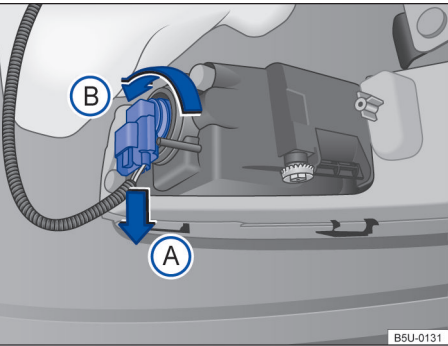

Fig. 161 Atrás do para-choque dianteiro: acesso à lâmpada incandescente do farol de neblina.
2. Desencaixar o conector de alimentação da lâmpada → Fig. 161 no sentido da seta A, pressionar, ao mesmo tempo, a trava de fixação do conector.
3. Girar o soquete da lâmpada → Fig. 161, no sentido anti-horário da seta B, e desencaixá-lo do alojamento.